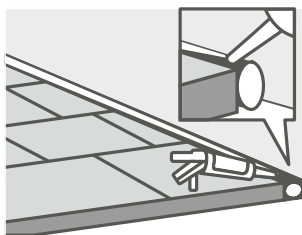

Рисунок 3
8.2 При укладке Art Vinyl Click в сантехнических помещениях во все расширительные зазоры у стен, трубопроводов, межкомнатных зазоров и других неподвижных элементов конструкций должен быть уложен шнур (жгут) из вспененного полиэтилена (пенополиэтилена) диаметром 3–6 мм и зазоры полностью заполнены/герметизированы сверху санитарным водостойким и нетвердеющим эластичным герметиком, подходящим для использования с ПВХ-содержащими продуктами (см. Рисунок 3). Герметик должен полностью покрывать поверхность шнура и не должен фиксировать/приклеивать Art Vinyl Click к основанию. Перед герметизацией зазоров необходимо извлечь все распорные клинья, и убедиться в отсутствии мусора в зазорах. После полного высыхания герметика все расширительные зазоры у стен должны быть закрыты декоративным плинтусом и/или накладными декоративными элементами.